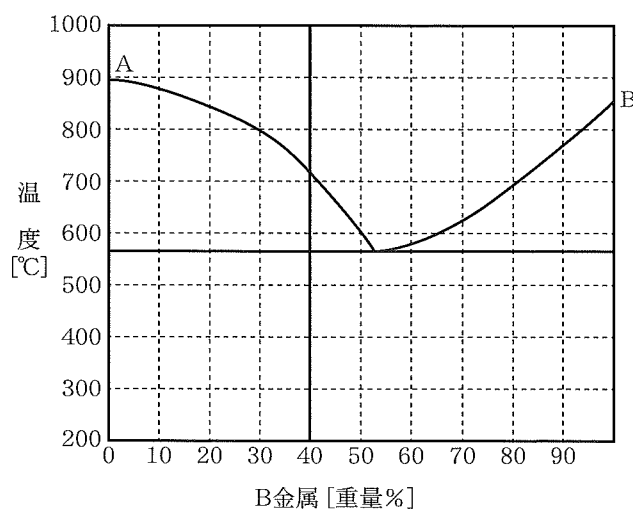

図1 A－B二元系合金状態図
(1) 図1のような二元系合金状態図を何型状態図と呼ぶか。次の解答群1～5から選びなさい。
(2) 図1の二元系合金状態図において、B金属の融点 [°C] として最も適切なものを、次の解答群の1～5から選びなさい。解答番号は 。